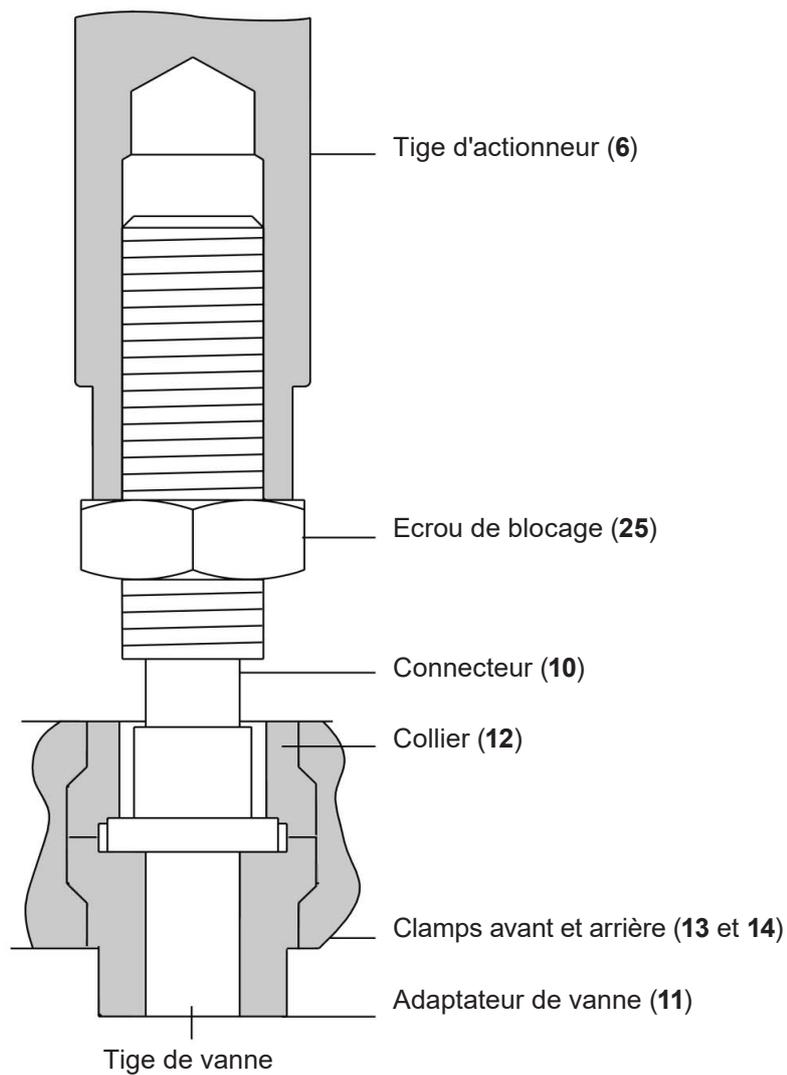

Fig. 7 - Ensemble adaptateur de l'actionneur, adaptateur de vanne et connecteur.
- Desserrer et enlever les vis et écrous de clamps (**26** et **27**, Fig. 7), puis enlever l'adaptateur de vanne (**11**).
- Desserrer et enlever les vis et écrous de clamps (**26** et **27**, voir Fig. 7) et ôter l'adaptateur de vanne (**11**).